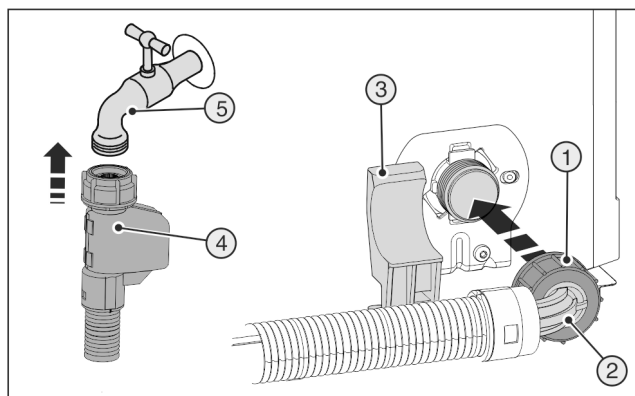

Fig. 22
- ▶ Rovný konec hadice připojte Fig. 22 (4) k uzavíracímu kohoutu Fig. 22 (5).